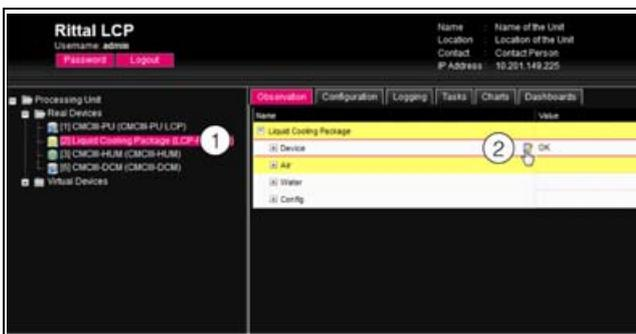

Abb. 80: Auswahl mehrerer Parameter
- Klappen Sie nur den Eintrag „Liquid Cooling Package“ aus, indem Sie auf das „Plus“-Zeichen vor diesem Eintrag klicken (Abb. 80, Pos. 1).
- Setzen Sie den Mauszeiger an das Ende der ersten Spalte in der Zeile „Device“ (Abb. 80, Pos. 2).